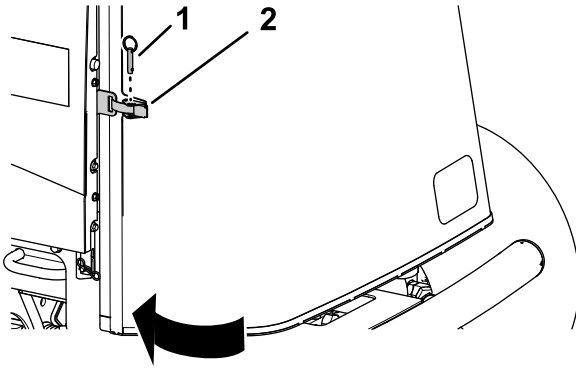

Bild 62
1. Schließen und verriegeln Sie das Gitter (Bild 62).